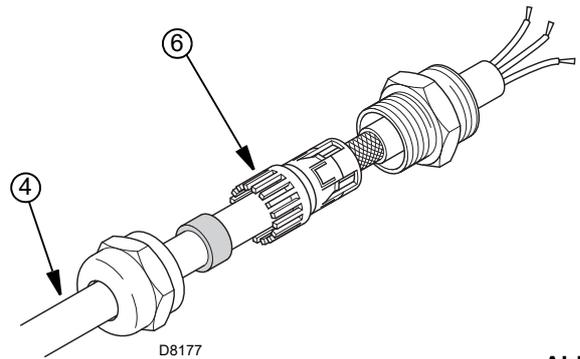

Abb. 27
- Unter Benutzung des Anschlussstücks 6) Die Abschirmung des vom VSD (Inverter) kommenden Kabels 4) wie auf Abb. 27 beschrieben durchführen;